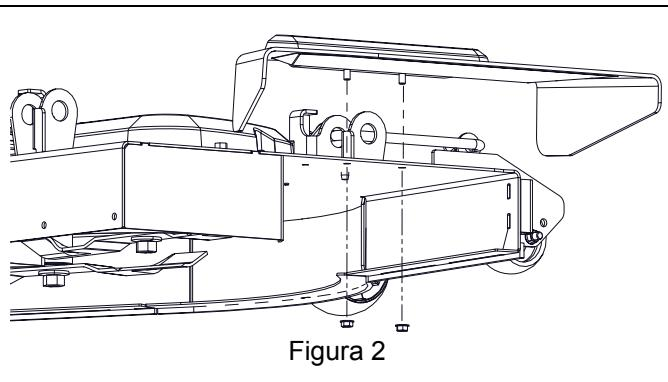

Figura 2
- Quitar las dos tuercas de brida de 5/16" que sujetan la tolva de descarga y quitar la tolva de descarga. Guarde todas las piezas para trabajar sin el kit de acolchado. Consulte Figura 2.